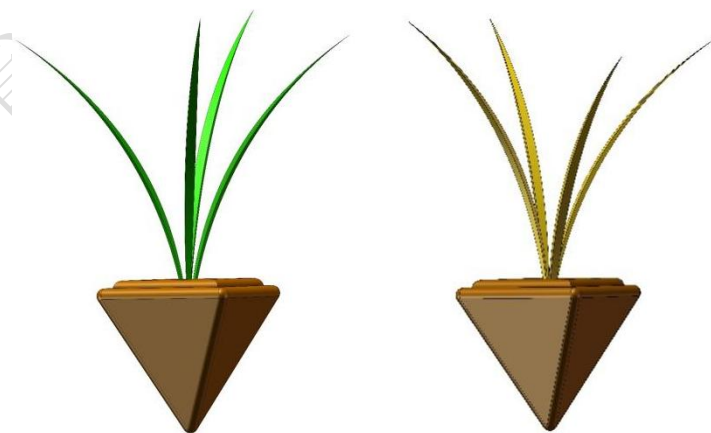

图 5 苗 (mm)
(3) 苗盘内有两种颜色的苗 (枯苗和绿苗), 其高度约为 120mm, 模拟根系土的部分高度约 45mm, 两种苗除颜色外形态一致, 如图 5 所示。